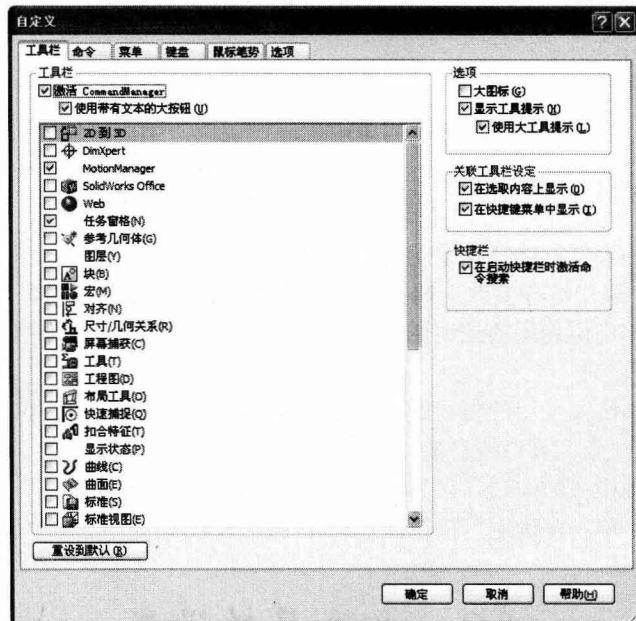

图 1-3 “自定义”对话框
- (1) 打开零件、工程图或装配体文件。
- (2) 选择“工具”→“自定义”命令或在工具栏区域右击，在弹出的快捷菜单中选择“自定义”命令，则会弹出“自定义”对话框，如图 1-3 所示。在“工具栏”选项卡中选中想要显示的工具栏前的复选框，同时取消选中想要隐藏的工具栏前的复选框即可。